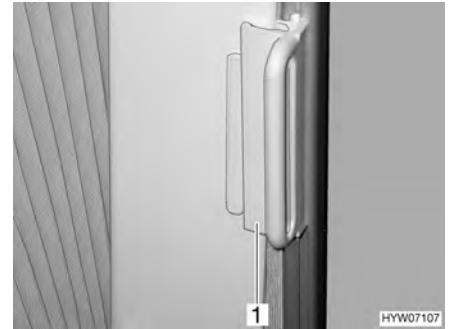

Fig. 24 Verrouillage supplémentaire pour dispositif occultant plissé
*Bloquer :* ■ Pousser la poignée (Fig. 24,1) sur la pièce de fixation. Le dispositif occultant plissé est bloqué.